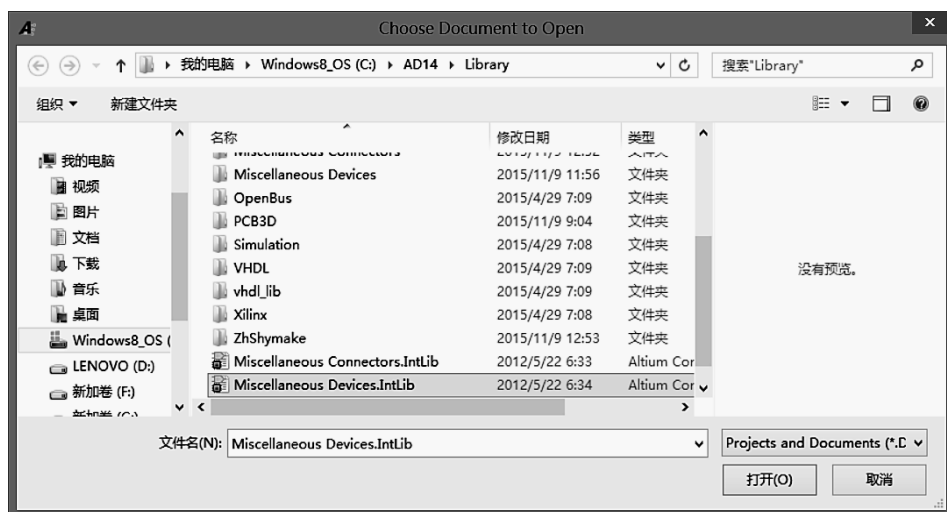
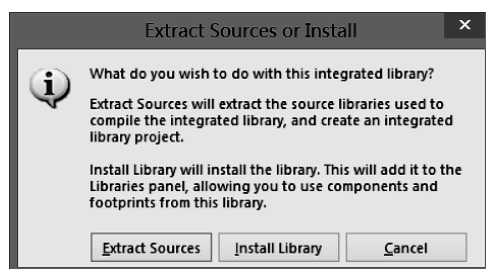
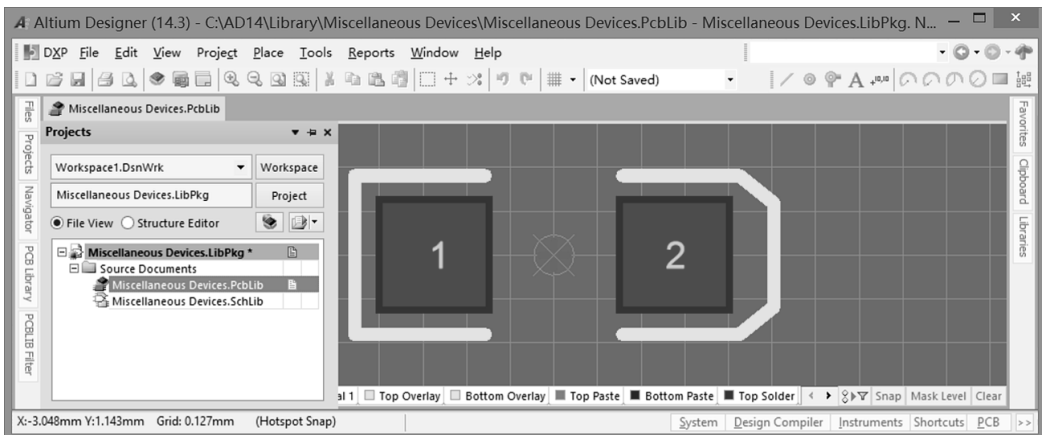

图 9-6-23 打开集成库所在目录
图 9-6-24 Extract Sources or Install 对话框
图 9-6-25 打开 Miscellaneous Devices.PcbLib 封装库
(1) 执行菜单命令 File→Open，路径指向 AD14 根目录下 Library 中的 Miscellaneous Devices.IntLib 集成库，如图 9-6-23 所示，单击【打开】按钮后，出现 Extract Sources or Install（提取来源或安装）对话框，如图 9-6-24 所示，单击【Extract Sources】按钮，出现如图 9-6-25 所示的界面，即打开 Miscellaneous Devices.PcbLib 封装库。